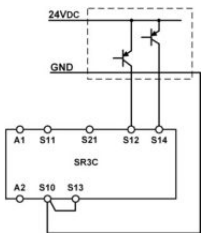
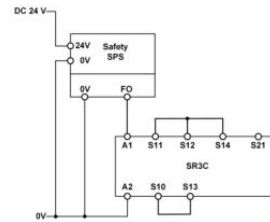

Abb. 8:
Abb. 9:
- Für Anwendungen nach Abb. 8 und Abb. 9 ist darauf zu achten, dass das Bezugspotential des Signalgebers und des SR3C das Gleiche ist